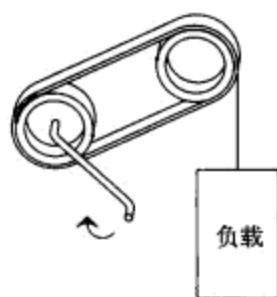

图0-7 皮带将功从手柄传输到负载
摇动电子泵，灯泡就亮了。停止摇动，灯泡就灭了。重新摇动，马上又亮了。即使导线很长，情况也是这样！我们是立即看到这个效果的。可以用一对滑轮和一根皮带组成的系统来理解电路。电荷沿着电路移动，将功率从一个位置转移到另外一个位置，如图0-7所示③。